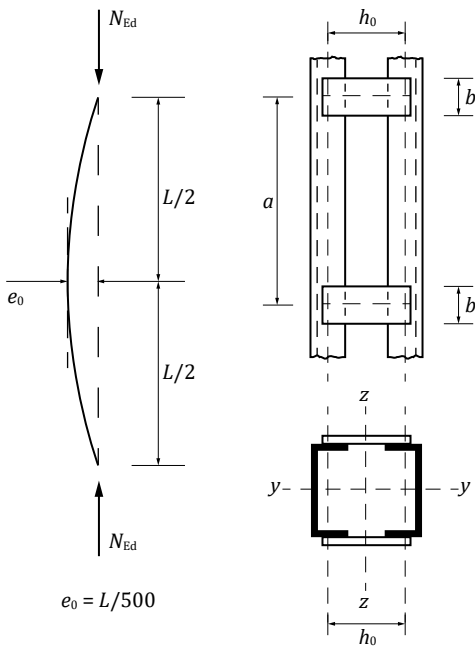

Bild 3. Beispiel für einen Rahmenstab gemäß EC 3 [1], Bild 6.7
- $h_0$  Abstand zwischen den Schwerachsen der Gurtstäbe, vgl. Bild 3
Als anzusetzende Imperfektion für eine Pendelstütze sieht EC 3 [1] eine Vorkrümmung von  $e_0=L/500$  vor (vgl. Bild 3). Imperfektionen für eine Berechnung nach Theorie II. Ordnung lassen sich in MicroFe und EuroSta einfach mit dem Positionstyp „Imperfektion“ definieren, deren Anwendung in mb-news 7/2016 [5] erläutert wurde.